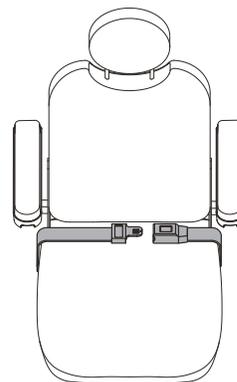

Figure 19. Ceinture de positionnement
Votre fauteuil motorisé peut être équipé d'une ceinture de positionnement réglable pour un meilleur confort. Voir la figure 19. La ceinture de positionnement, réglable, a été conçue pour soutenir et empêcher tout glissement vers le bas ou vers l'avant une fois assis. La ceinture de positionnement n'a pas été conçue pour être utilisée comme ceinture de sécurité.
1. Prenez place sur le siège, insérez la patte métallique d'un côté dans le boîtier de la boucle du côté opposé jusqu'à ce que le « clic » se fasse entendre. Voir la figure 19.